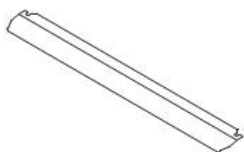

Figura 26
1. Aparatul este prevăzut cu un deflector (figura 13) care protejează împotriva căldurii panoul de comandă și butoanele atunci când utilizați grillul cuptorului (Figura 26).